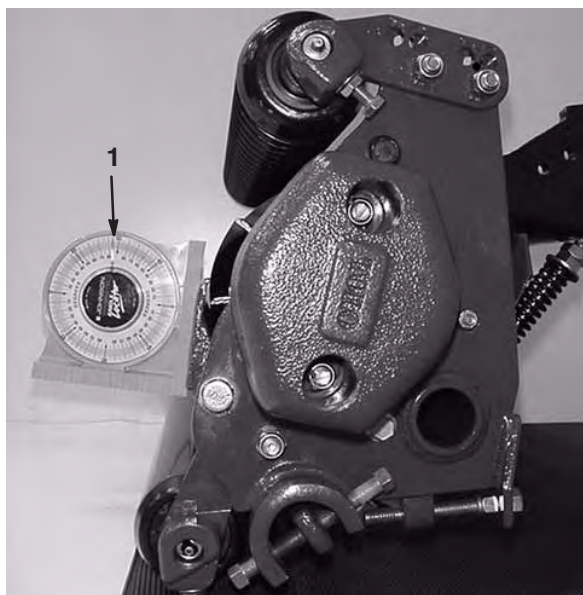

Bild 9
1. Legen Sie einen Winkelmesser (Toro Bestellnummer 99-3503) auf das Untermesser und lesen Sie den Untermesserwinkel ab (Bild 9).